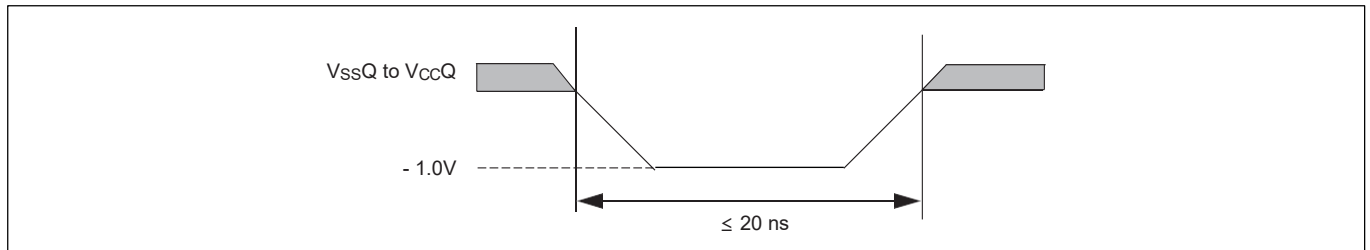
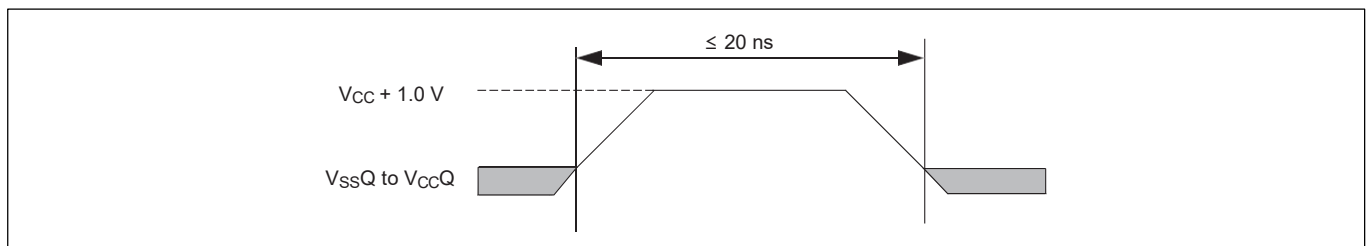

图 9-1 最大负过冲波形
图 9-2 最大正过冲波形
45. 输入或 I/O 信号上的最小 DC 电压为 -1.0 V。在电压转换期间，输入或 I/O 信号可能低于 V_{SS} 至 -1.0 V，持续时间长达 20 ns。见 图9-1。输入或 I/O 信号上的最大 DC 电压为 V_{CC} + 1.0 V。在电压转换期间，输入或 I/O 信号可能高于 V_{CC} + 1.0 V，持续时间长达 20 ns。见 图9-2。